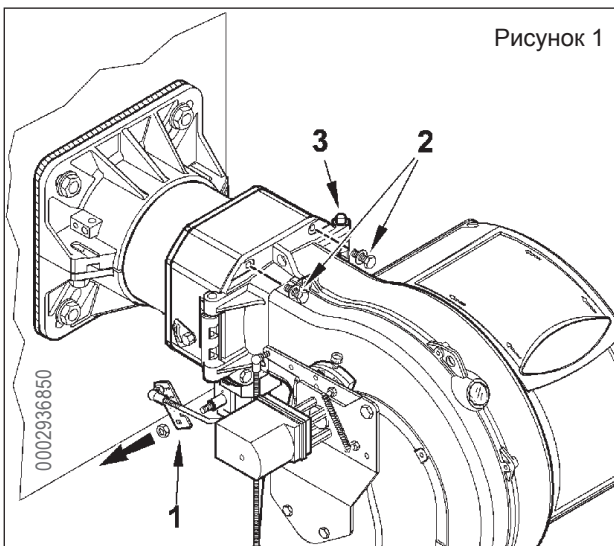

Рисунок 1
- Снимите крепежную гайку и освободите рычаг управления газового дросселя (1).
- Открутите два винта (2) и поверните горелку вокруг пальца (3), помещенного в специальный шарнир (рисунок 1).